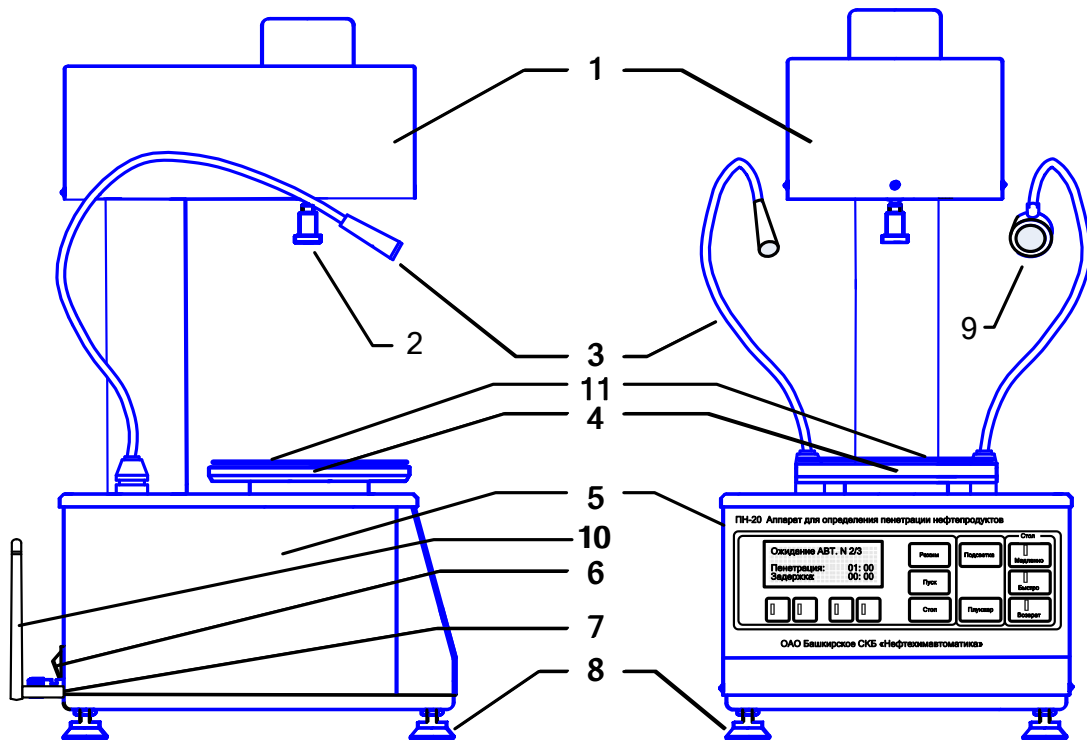

Рисунок 4.1 - Устройство пенетрометра
- Клемма «Земля» на задней панели пенетрометра (см. рисунок 4.1) должна быть подключена к внешней заземляющей шине, не связанной с силовым оборудованием;
- 7.4 При использовании программы ЛИС¹ необходимо установить на аппарат (см. Рисунок 4.1) антенну из комплекта принадлежностей. Установка производится в гнездо на задней панели аппарата.
- 8.3.3 Установить на рабочий стол пенетрометра изоляционную накладку (11) (см. рисунок 4.1) из комплекта принадлежностей.
- 8.3.4 Установить термостат пенетрометра на рабочий стол (4) (см. рисунок 4.1).